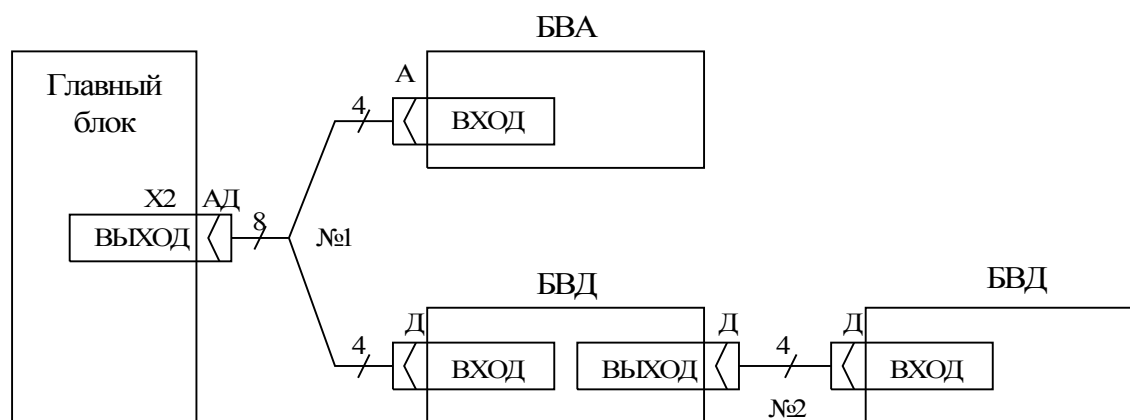

Рис. 2. Схема межблочных соединений ПКЦ-12К
6.2. Схема соединения блоков прибора показана на рис. 2.